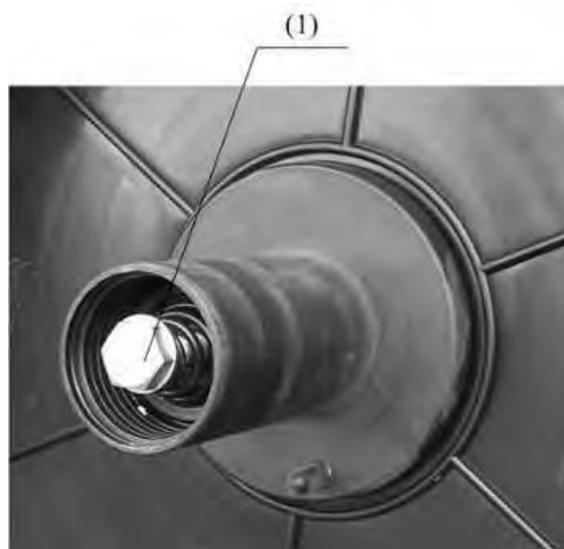

Рис. 8. Винт регулировки тормозного усилия
С помощью гаечного ключа поверните винт регулировки тормозного усилия направляющей катушки проволоки (1), чтобы отрегулировать тормозное усилие (как показано на Рис. 8). Тормозное усилие должно быть среднего значения, чтобы сварочная проволока не повреждалась при остановке катушки с проволокой; тормозное усилие не должно быть слишком сильным, иначе нагрузка на двигатель увеличится. Чем выше скорость подачи проволоки, тем большее требуется тормозное усилие.